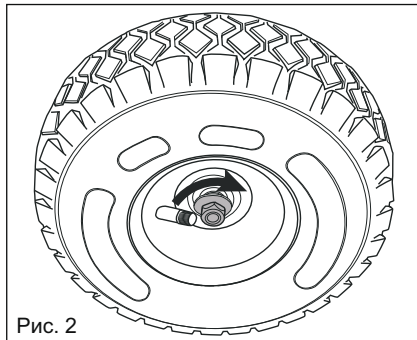

Рис. 2
2. Для фиксации установите на ось шайбу и гайку колеса. Затяните гайку (рис. 2).